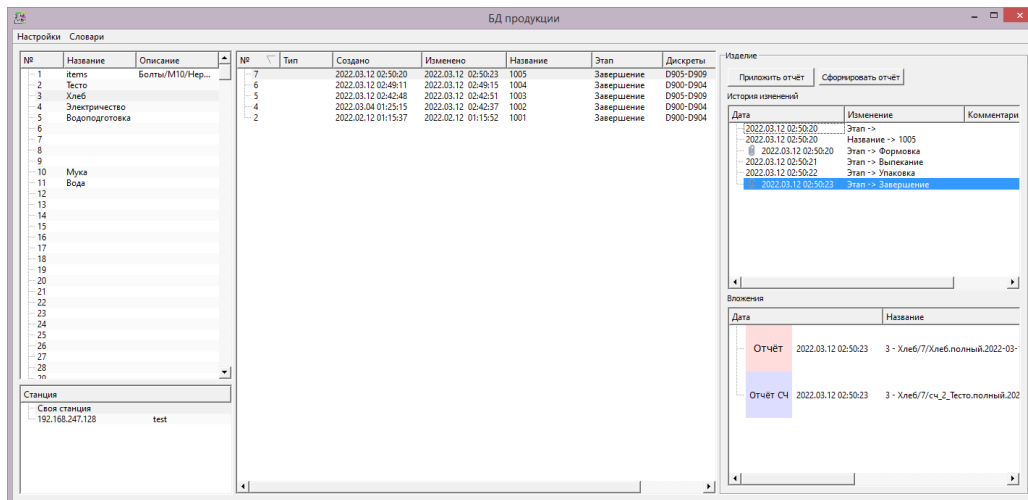

Рис.3 – Окно программы просмотра БД продукции
4.1. После запуска программы просмотра БД продукции на экране появится окно, представленное на рис.3.